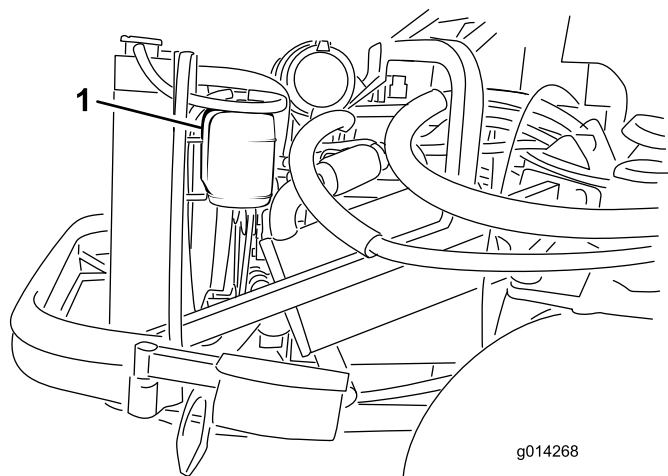

Figura 33
1. Verifique o nível de líquido de arrefecimento do depósito secundário (Figura 33). Este deve situar-se entre as marcas existentes no exterior do depósito.